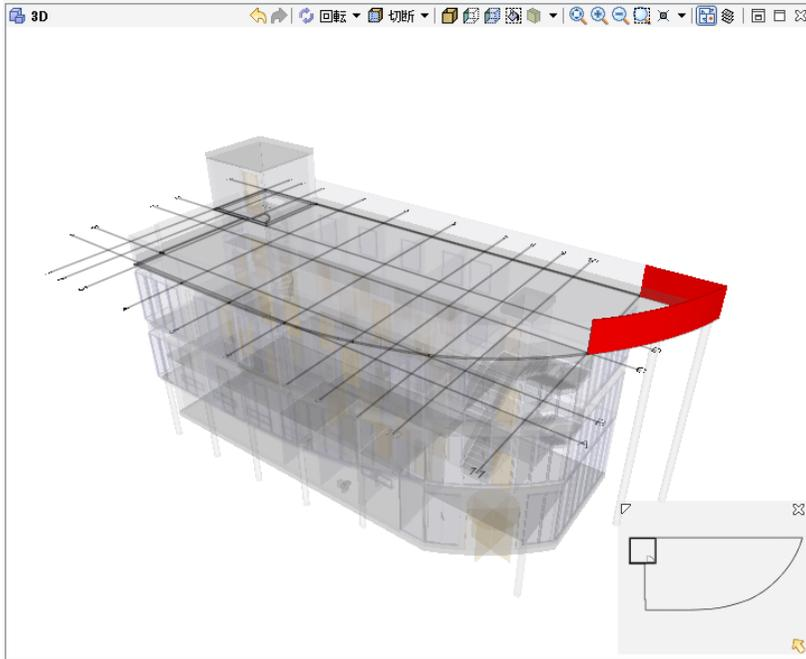

図 4 4 透明化
11) 案件またはカテゴリのいずれかを選択し、右クリックでコンテキストメニューを開き、切断ボックスを選択します。(図 4 5 を参照)